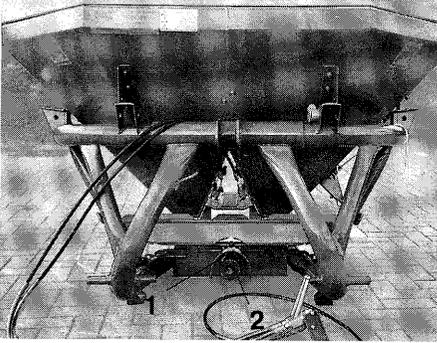

Fig. 10.12
- "Kreuzgelenkschutz Metall" (Fig.10.12/1) von Getriebehals abschrauben.
- Flansch (Fig.10.12/2) von Eingangswelle abziehen.